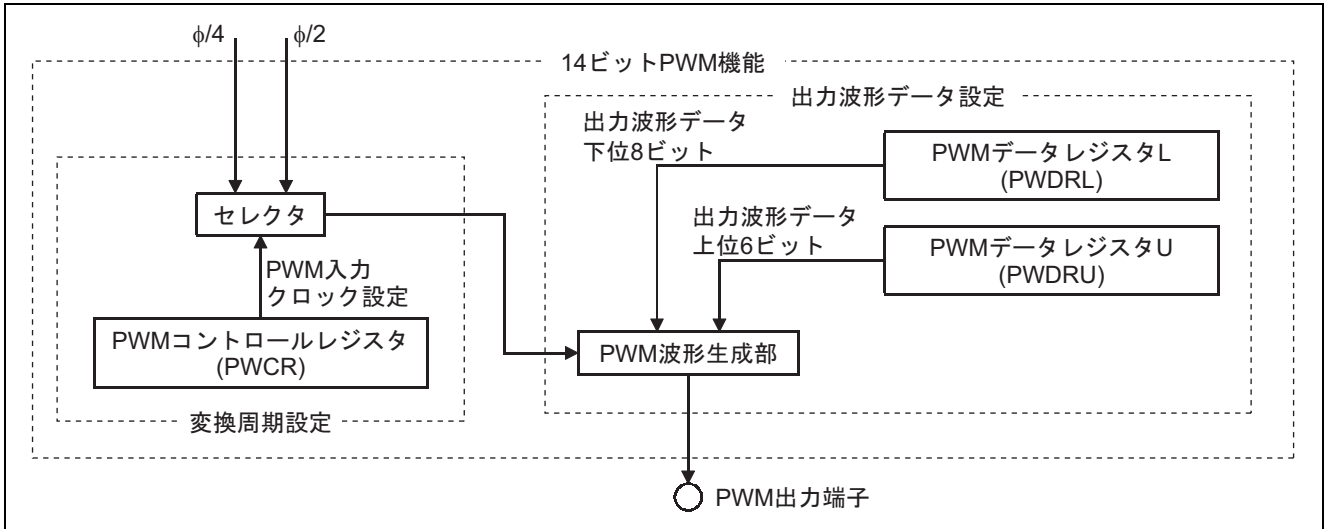

図2 14ビットPWM機能ブロック図
- a. 図 2 に 14 ビット PWM 機能のブロック図を示します。以下に 14 ビット PWM 機能のブロック図について説明します。